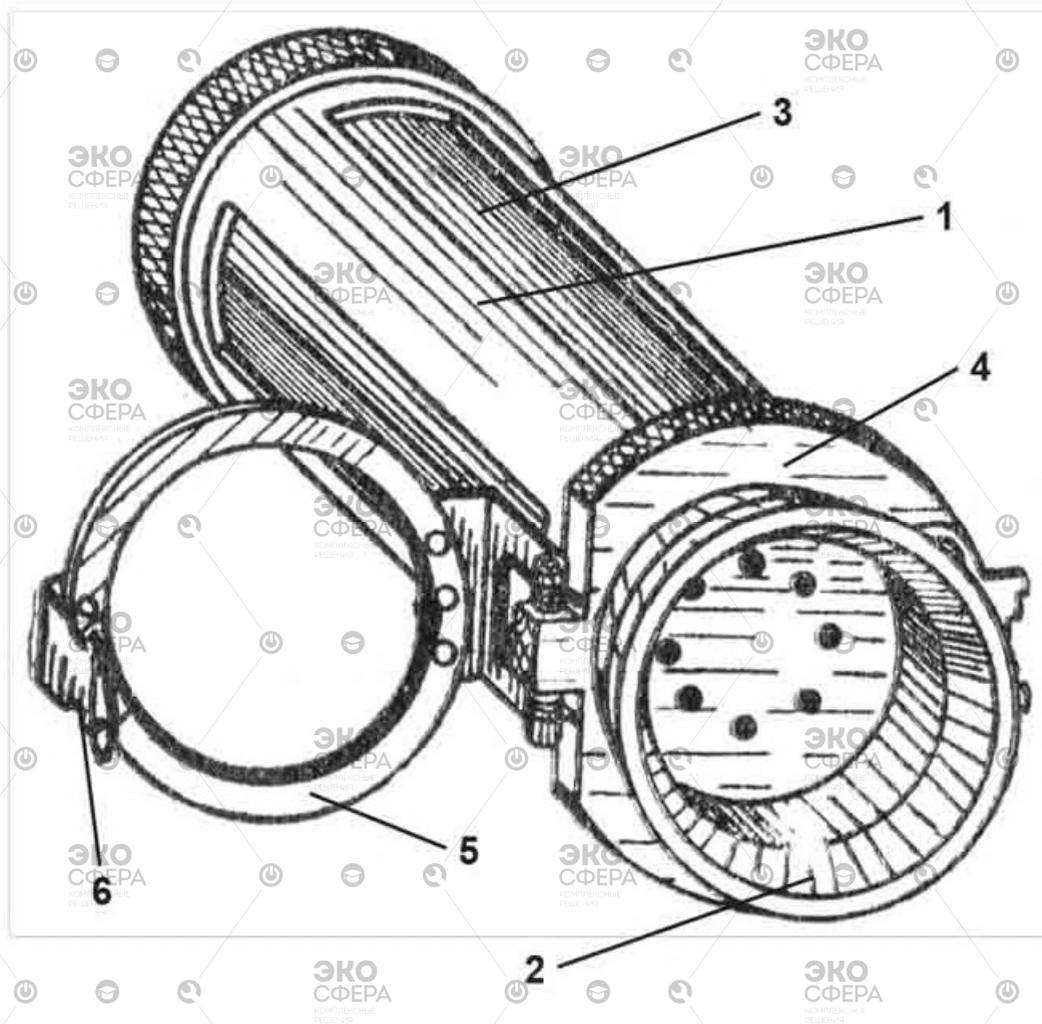

Рис. 4 — Насадка
4. Насадка (рис. 4) предназначена для работы с прибором в дыму, при определении ОВ на почве, технике, одежде и других предметах, а также при определении отравляющих веществ в почве и сыпучих материалах.